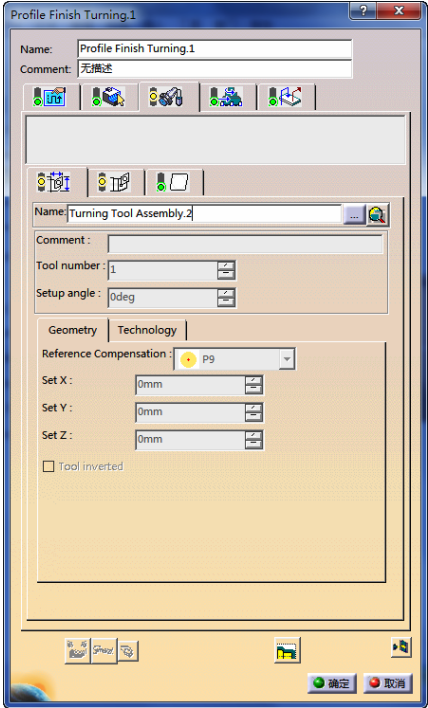

图 7-94 刀具参数选项卡 (5)
- 单击“Profile Finish Turning.1”对话框中（2）的，切换到刀具参数选项卡（5），在“Name”文本框中输入“Turning Tool Assembly.2”，如图 7-94 所示。